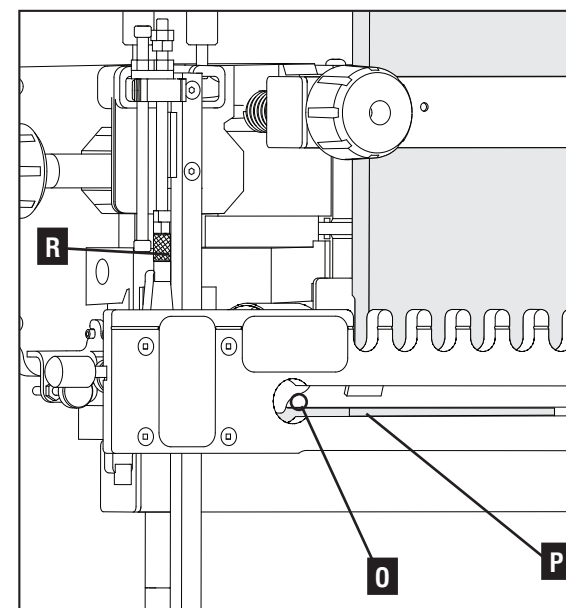
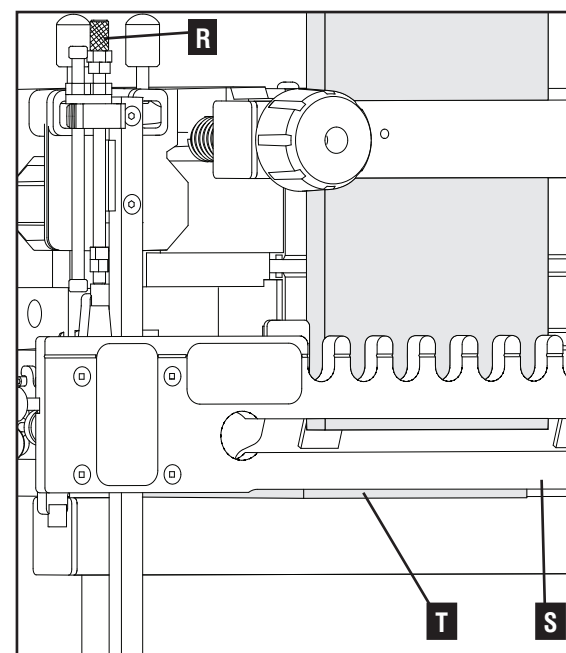

Fig. H12
Fig. H14
12. Placer la toupie sur la rainure centrale (O), fig. H12, du gabarit, à la gauche de la planche à tenonner (P). Effectuer d'abord une coupe ascendante peu profonde de la gauche vers la droite, puis terminer la coupe le long du bord avant de la rainure (P) de la droite vers la gauche.
14. Retirer les deux cales moletées (dont une est montrée en (R), fig. H12 et H13) des deux butées et les réinsérer au dos de chaque colonne pour les ranger (comme indiqué en (R), fig. H14).
16. Placer la toupie sur le bord du gabarit (S), fig. H14, et effectuer la coupe sur le bord avant de la planche à tenonner (T) de la droite vers la gauche, puis repasser de la gauche vers la droite pour « nettoyer » le trait découpé.